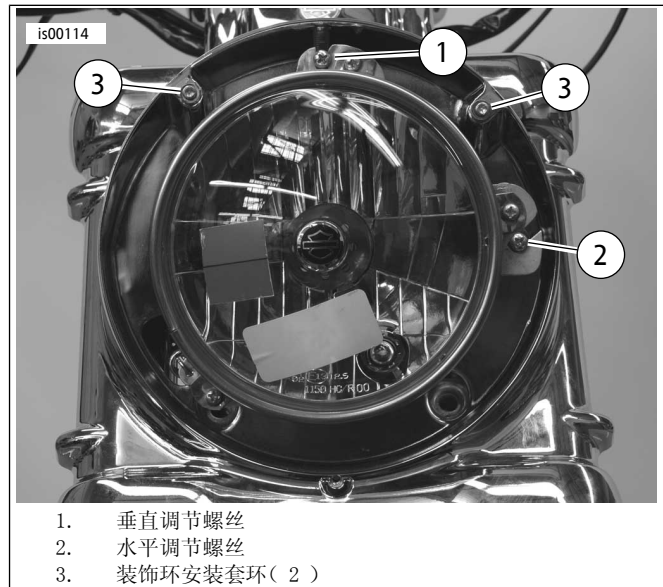

图8。前灯调整
- a. 参见图8。根据需要转动垂直调节螺丝(1)抬起或降低前灯光束。顺时针转动螺丝抬起光束，或者逆时针转动降低光束。